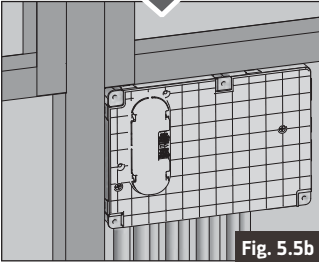

Fig. 5.5b
- Hermonteer de pleisterbescherming (Fig. 5.5b).